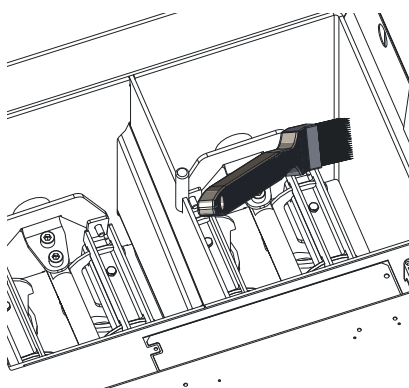

Fig. 51 Pulire le superfici riscaldanti
- ▶ Pulire le superfici riscaldanti in alto con spatola e pennello – Fig. 51.